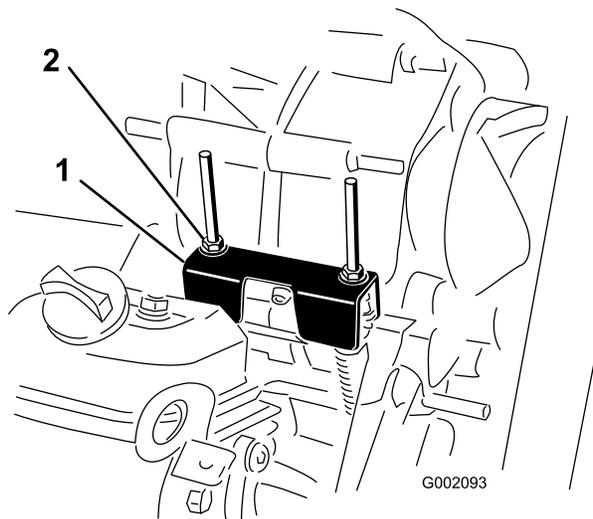

Figura 28
Para realizar operaciones de mantenimiento de rutina y/o diagnósticos del motor, debe ponerse el transeje en Punto muerto (Figura 28). El selector de marchas del vehículo dispone de una posición de Punto muerto, que controla el punto muerto del transeje. Deben tomarse las siguientes medidas para asegurarse de que la palanca de cambios acciona correctamente el punto muerto del transeje:
2. Asegúrese de que la pletina de punto muerto está en posición de Punto muerto (nivelada respecto al soporte de montaje del cable situado debajo del soporte del cambio de marchas) girando el embrague arrastrado (Figura 28).
3. Apriete una de las contratuercas (Figura 28) para obtener un espacio de 0,76–1,52 mm.